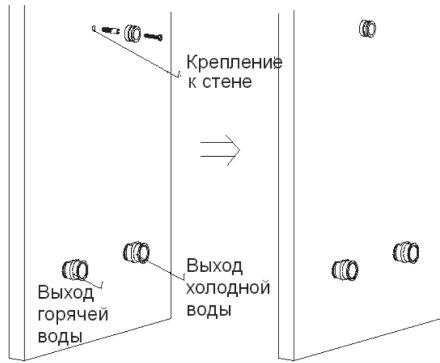

Рис.7
4. Вытащите дюбель (8) из сборочного комплекта, вставьте его в отверстие, затем установите крепление к стене (11) к стене с помощью самореза (6) (рис.7).